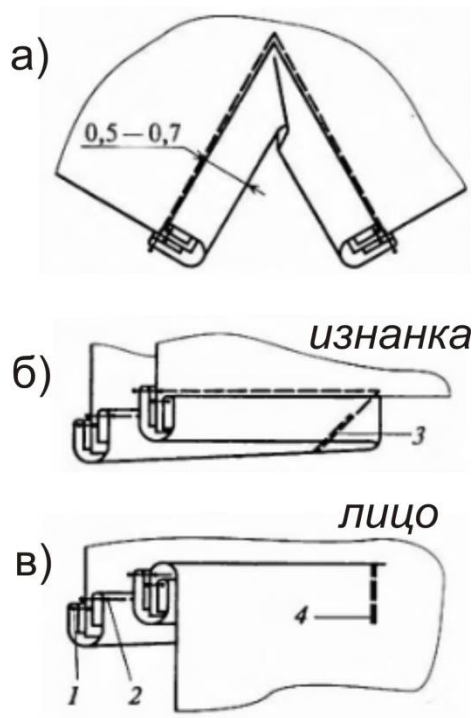

Рис.5
15. Застрачивают окантовку в конце застежки под углом к ее краю (Рис.5б, строчка 3).
16. Отгибают откантовочный шов на рукав. С лицевой стороны его фиксируют машинной строчкой (Рис.5в, строчка 4) и приутюживают.